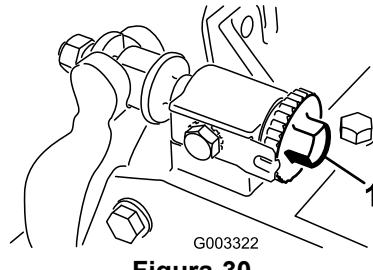

Figura 30
1. Allentate il contatto cilindro/controllama ruotando le manopole di regolazione della controllama (Figura 30) in senso antiorario finché non vi sarà più nessun contatto.